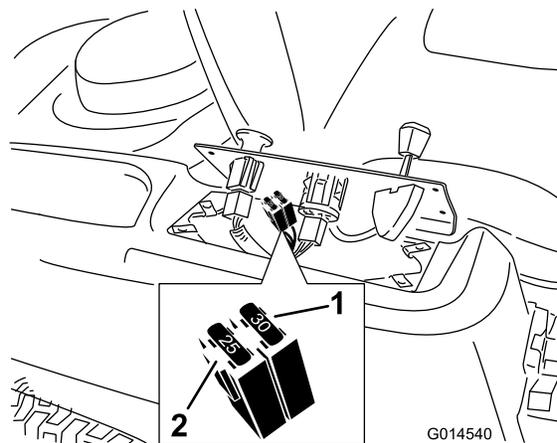

Figure 40
- Soulevez le panneau de commande pour accéder au faisceau de câblage principal et au porte-fusibles (Figure 40).
- Pour remplacer un fusible, tirez dessus pour l'enlever (Figure 40).